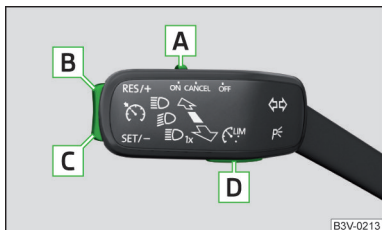

Fig. 274
Vista general del sistema regulador de la velocidad del GRA » fig. 274
- Al pulsar la tecla **D** » fig. 274 durante la regulación, se cancelará y se activará el dispositivo de limitación de velocidad.